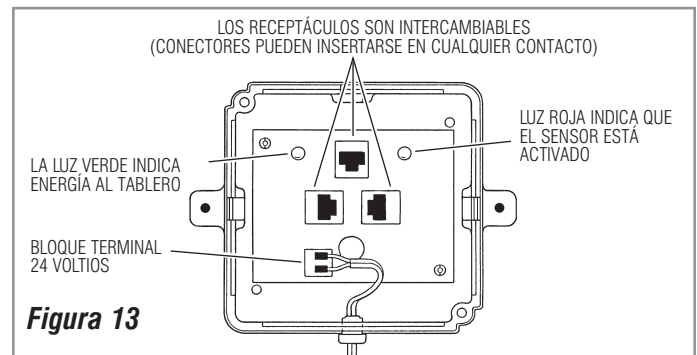
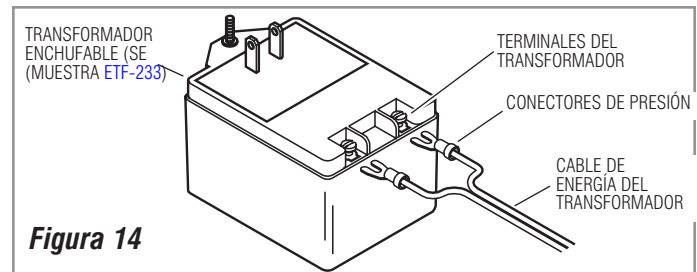

Figura 13
Figura 14
Conecte el Cable de Energía al Bloque Terminal en el Tablero de Conectores. Vea la Ubicación del Bloque Terminal de 24 Voltios en el Tablero de Conectores. Figura 13. Instale Conectores de Presión a la punta opuesta del Cable de Energía del Transformador y conecte las puntas del Cable de Energía a las Terminales del Transformador, como se ve en la Figura 14.
**Nota:** El Módulo de Control está equipado con dos (2) indicadores LED. Cuando el Transformador suministra energía al Tablero, el LED verde prende. Cuando se activa el Sensor, el LED rojo prende. Vea la ubicación de los indicadores LED en la Figura 13